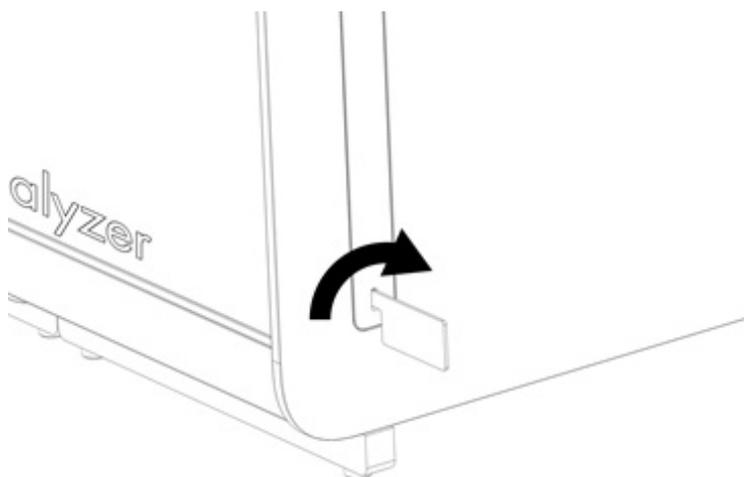

Figura 5. Removendo as coberturas de proteção.
2. Remova as coberturas de proteção da parte lateral do Módulo analítico com a Ferramenta de remoção de coberturas de proteção fornecida com o QIAstat-Dx Analyzer 2.0 (Figura 5).